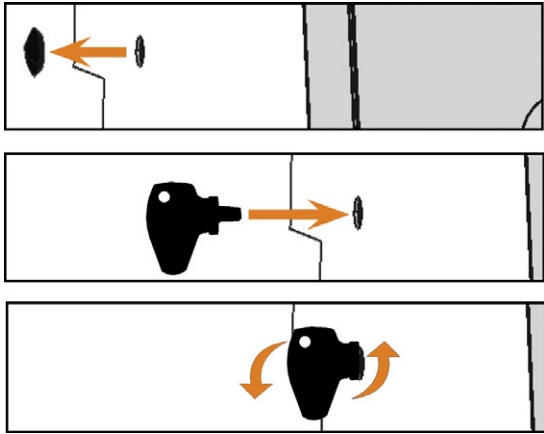

FIG. 47 UTILISER LA CLÉ DE DÉVERROUILLAGE DE SÉCURITÉ
2. Désactivez le verrouillage de sécurité de la porte de la chambre de travail, comme indiqué sur la figure (🔗 Fig. 47 sur la page d'en face) :